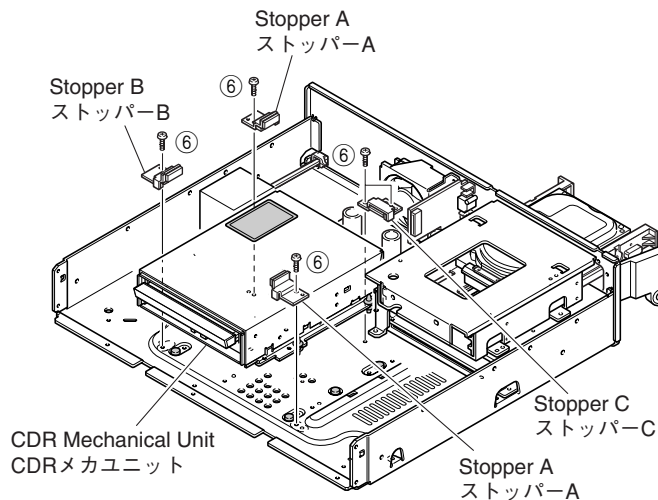

Fig. 5
- Remove 5 screws (⑥) and then remove each stopper. (Fig. 5)
- Remove the CDR mechanical unit rearward while lifting it up. (Fig. 5)
- ⑥のネジ5本を外し、各ストッパーを外します。(Fig. 5)
- CDRメカユニットを持ち上げながら後方へ取り出します。(Fig. 5)
- Install the CDR mechanical unit by inserting it from the rear. (Fig. 5)
- Using 5 screws (⑥), install each stopper. (Fig. 5)
- CDRメカユニットを後方より差し込んで取り付けます。(Fig. 5)
- ⑥のネジ5本で、各ストッパーを取り付けます。(Fig. 5)